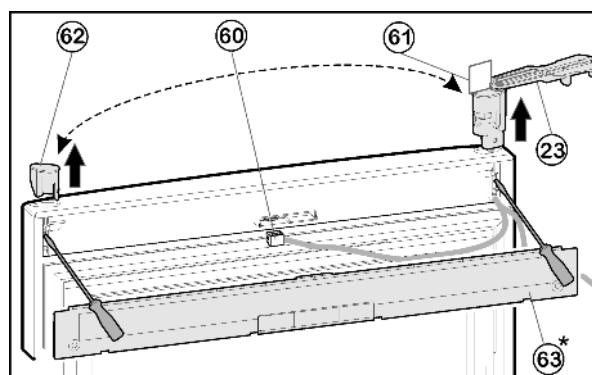

Fig. 20
- С помощью отвёртки выведите из зацепления крышку Fig. 20 (63) на дверце.
- Отсоедините разъем Fig. 20 (60).
- На верхней дверце поверните опорный кронштейн Fig. 20 (23) наружу параллельно краю дверцы.
- ▶ При помощи отвертки вытолкните опорный кронштейн Fig. 20 (23) снизу и снимите с двери вместе с кабелем.
- ▶ Извлеките пробку Fig. 20 (62) снизу при помощи отвертки и вставьте на другой стороне.
- ▶ Проденьте кабель опорного кронштейна Fig. 20 (23) на противоположной стороне и установите опорный кронштейн.
- ▶ Снимите шаблон Fig. 20 (61) и закрепите на опорном кронштейне.
- ▶ Вставьте разъем Fig. 20 (60).
- ▶ Зафиксируйте крышку Fig. 20 (63) на дверце.